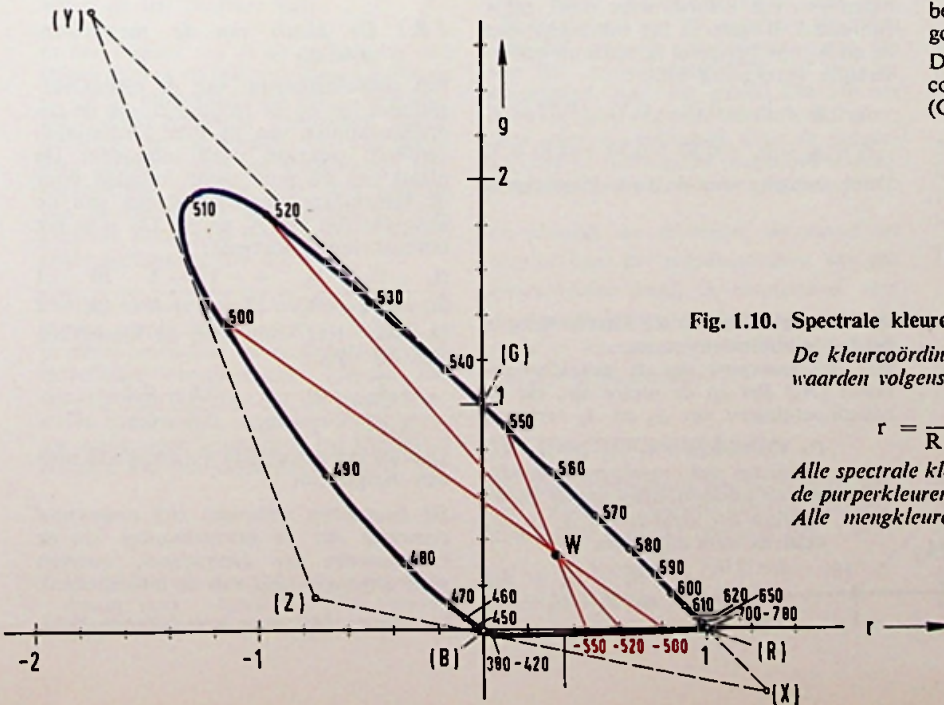

Fig. 1.10. Spectrale kleurenkromme in het (r-g)-coördinatenstelsel.
In fig. 1.10 zijn de spectrale kleuren in een dergelijk (r-g)-coördinatenstelsel voorgesteld. Deze hoefijzervormige karakteristiek is de spectrale kleurenkromme en ontstaat op de volgende wijze:
De drie primaire kleuren zijn in het (r-g)-coördinatenstelsel van fig. 1.10 met (R), (G) en (B) aangegeven. De coördinaten
Het betreffende punt is in het (r-g)-coördinatenstelsel met W aangeduid (fig. 1.10). De lijn, die (R) met (B) verbindt, wordt de *purperkleurlijn* genoemd. Hierop liggen de purper- of magentakleuren, die alleen door het mengen van rood en blauw ontstaan. Als zuiver spectrale kleuren komen purperkleuren niet voor, echter wel op de spectrale kleurenkromme.
De kleuren, die praktisch door menging van de drie primaire kleuren (435,8 - 546,1 - 700,0 nm) kunnen worden verkregen, liggen alle binnen de driehoek (R), (G) en (B) (fig. 1.10 en 1.11), want uitsluitend hier zijn alle drie kleurwaarden *positief*. Alle kleuren, die *buiten* deze driehoek liggen, kunnen met deze primaire kleurvalenties *niet* worden gevormd, daar hierbij natuurkundig niet realiseerbare *negatieve* kleurwaarden optreden.
Voor negatieve kleurwaarden ligt het coördinaatpunt buiten de driehoek (R) - (G) - (B) (zie fig. 1.10).
Voor lage waarden van R_4 wordt r_4 negatief, en moet dus in fig. 1.10 langs de $-r$ as worden uitgezet.
In fig. 1.10 is een voorbeeld gegeven, hoe het mengen van twee kleurstimuli A_1 en A_2 in het (r-g)-coördinatenstelsel grafisch kan worden voorgesteld. Aangenomen wordt, dat het dezelfde kleurstimuli van paragraaf 1.4.3 betreft; deze hebben dus de volgende kleurwaarden:
In het witpunt zelf is de verzadiging nul, terwijl deze op de spectrale kleurenkromme of op de purperkleurlijn 100% bedraagt. De hierbij geplaatste golflengten maken duidelijk, dat het draaien van een dergelijke „straal” door het witpunt een tintverandering betekent, want het snijpunt van de straal met de spectrale kleurenkromme doorloopt punten met verschillende golflengten (zie fig. 1.10).